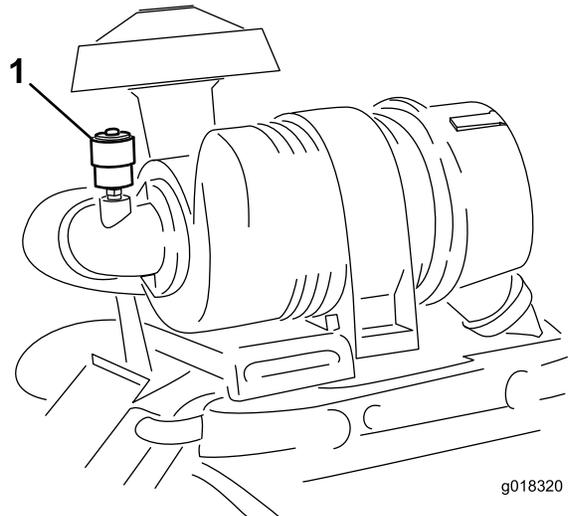

Figura 43
Nota: Revise el filtro del limpiador de aire únicamente cuando el indicador de mantenimiento (Figura 43) lo requiera. El cambiar el filtro antes de que sea necesario sólo aumenta la posibilidad de que entre suciedad en el motor al retirar el filtro.
6. Reinicie el indicador (Figura 43) si se ve rojo.